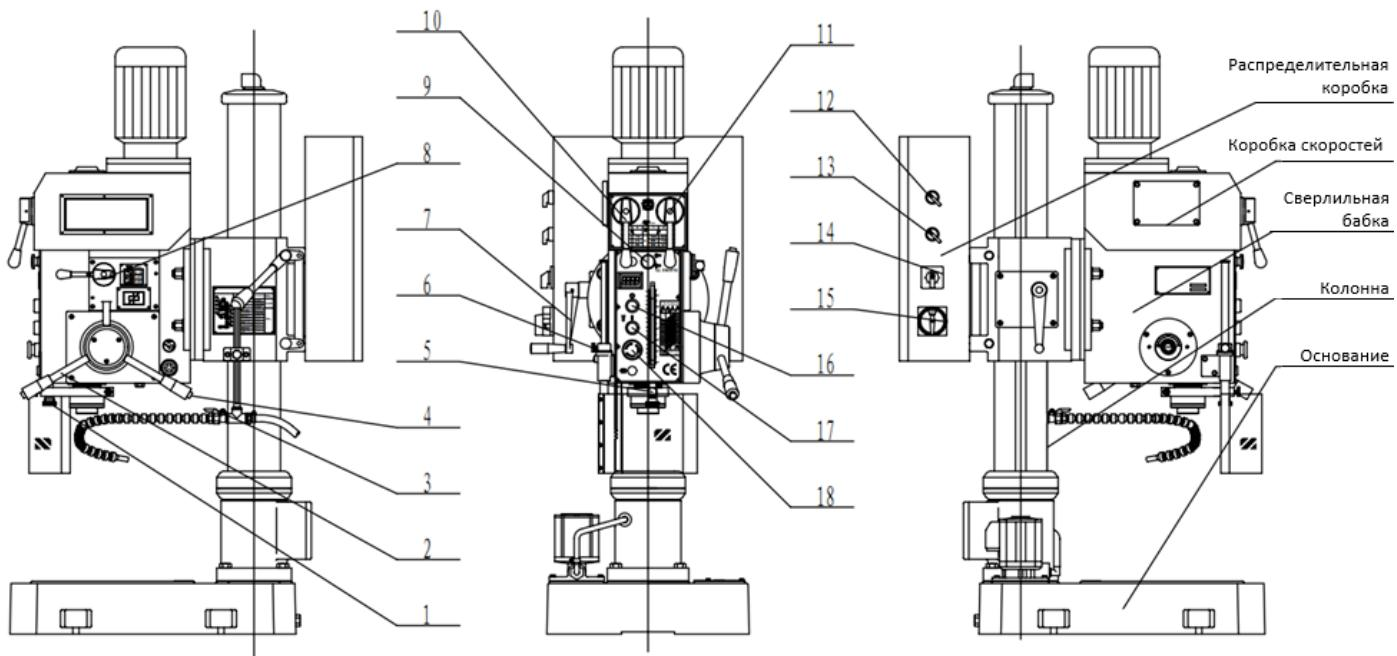

Рис.1
Для включения станка переведите главный выключатель (15, рис.1) в положение «ON». На панели управления головки станка зажжется индикатор сети. Выберите необходимую скорость вращения шпинделя, пользуясь переключателями (10, 11, 14, рис.1).
Включите вращение шпинделя, нажав на кнопку (17, рис.1)
Пользуясь таблицей, расположенной на передней части сверлильной головки, выберите необходимую скорость и установите требуемые положения ручек (10, 11, 14, рис.1)
Ручная подача: На сверлильной бабке справа расположены три рычага подачи (2, рис.1).
Установите переключатель (13, рис.1) на режим сверления. Возьмитесь за любой из трёх рычагов и опустите вниз. Шпиндель начнёт двигаться вниз, если рычаг поворачивать против часовой стрелки. Шпиндель начнёт двигаться вверх, если рычаг поворачивать по часовой стрелке.
Автоподача: Выберите нужную скорость автоподачи по табличным данным на передней части сверлильной головки, и установите ручки (10, 11, 14, 8) в требуемое положение. Установите переключатель (13, рис.1) на режим сверления. Запустите шпиндель (17, рис.1). Поверните рычаг подачи пиноли на себя и нажмите на кнопку (4, рис.1). Включится автоподача. После достижения заданной глубины сверления или при повороте
Для серийного производства необходимо задать глубину сверления. Для этого существует шкала спереди сверлильной бабки. Ослабьте винт с накаткой (5, рис.1) поворотом рукоятки (1, рис.1), перемещением шкалы задайте нужную глубину, затяните винт (5). Теперь глубина сверления задана.
Установите требуемую скорость вращения шпинделя положением ручек (10, 11, 14, рис.1). Установите переключатель (13, рис.1) в режим нарезания резьбы. Запустите шпиндель (17, рис.1) Поверните рычаг подачи (2) и приблизьте метчик к заготовке. Необходимо приложить некоторое усилие (в зависимости от размера резьбы) для входа метчика в отверстие. При достижении необходимой глубины нарезания резьбы нажмите на кнопку (4, рис.1), направление движения шпинделя сменится на противоположное и метчик выйдет из заготовки. Также реверс автоматически включается при достижении заданной глубины сверления. После возвращения пиноли в исходное положение направление движения вернется к первоначальному.
Остановить станок можно, нажав на кнопку (16, рис.1). Если требуется аварийная остановка при работе, нажмите кнопку аварийной остановки (18, рис.1), что приведёт к отключению станка.
Станок оснащён устройством быстрой смены режущего инструмента, управляемым рукояткой (9, рис.1). Надавите рукоятку (9) в направлении сверлильной бабки, если требуется установка режущего инструмента. При снятии инструмента надо немного выкатить пиноль, вытянуть рукоятку (9), и, придерживая режущий инструмент левой рукой, поднимите пиноль, инструмент выпадет вниз.